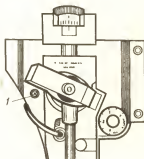

Рис. 5.14. Местонахождение винта регулировки горизонтального положения иглы при автоматической установке звукоснимателя (1 — винт регулировки)
3. Поворачивайте винт горизонтальной регулировки опускания иглы (см. рис. 5.14) с помощью обычной отвертки. Если игла слишком далеко заходит на пластинку, поверните винт влево; если игла опустится мимо пластинки, поверните винт вправо. Поворот винта на половину оборота вызывает изменение положения опускания иглы на 1,5 мм по радиусу пластинки.